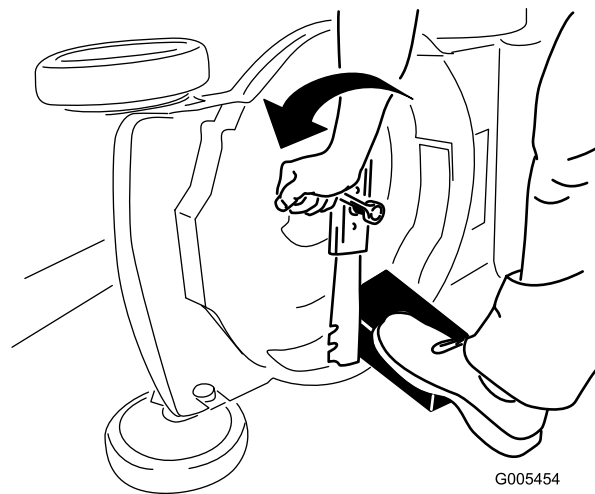

Figura 30
3. Utilice un bloque de madera para inmovilizar la cuchilla (Figura 30).
4. Retire la cuchilla, conservando todos los herrajes de montaje (Figura 30).